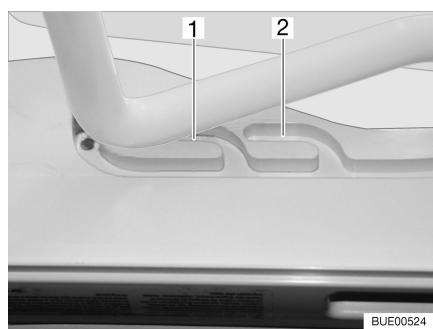

Fig. 22 Lanterneau basculant en position de ventilation
Il est possible d'amener le lanterneau basculant en deux positions de ventilation : Position pour mauvais temps (Fig. 22,1) et position intermédiaire (Fig. 22,2).
- Pousser légèrement l'étrier vers le haut et le pousser dans la glissière choisie (Fig. 22,1 ou 2).